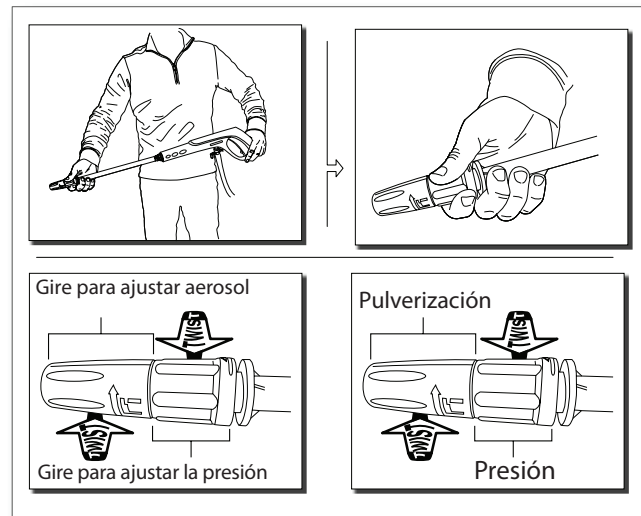

Fig. 23
- Si va a limpiar ventanas, utilice el tubo con boquilla de presión alta y baja. Asegúrese de ajustar la boquilla en rociado de presión baja y ubíquela aproximadamente 1,20 o 1,50 metros de la ventana a un ángulo de cuarenta y cinco grados. Presione el gatillo y varíe el patrón de rociado y busque un ángulo que le permita una mejor eficiencia en la limpieza (Fig. 23).